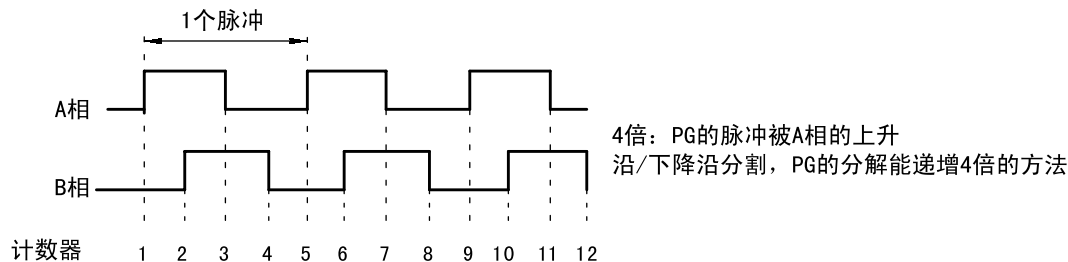

图 7.9 已经 4 倍后脉冲数
- 零伺服完了幅度, 从零伺服开始位置到允许位置偏差量, 使用 PG(脉冲发生器·编码器)的 4 倍脉冲数来设定, 请参照图 7.9。